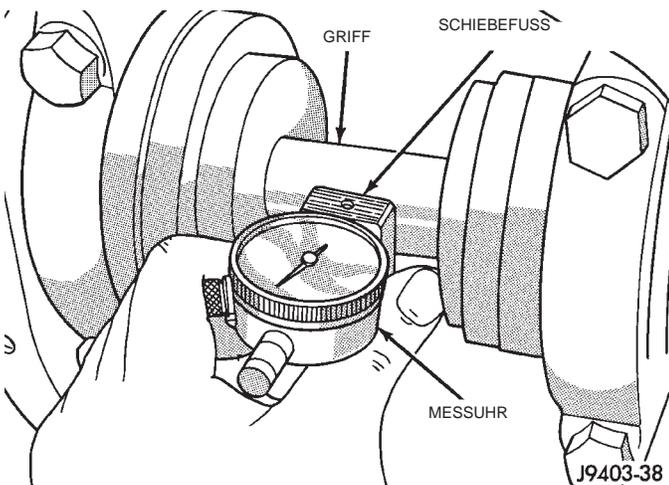

Abb. 60 Tiefenmessung des Antriebskegelrads—
(7) Den Schiebefeß am Stufenklotz anliegen lassen und den Meßtaster langsam über die Kante des Stufenklotzes schieben.
(8) Den Meßtaster über den Spalt zwischen Stufenklotz und Griffstange schieben, wobei der Schiebefeß am Stufenklotz anliegen muß (Abb. 60). Wenn der Meßtaster die Griffstange berührt, bewegt sich die Anzeigenadel im Uhrzeigersinn. Den Meßtaster so gegen die Griffstange drücken, daß die Nullstellung auf der Skala erreicht wird (jedoch nicht die Skala verstellen). Meßtaster weiter bewegen, bis er den höchsten Punkt am Umfang der Griffstange erreicht. Den höchsten Anzeigewert notieren. Wenn der Meßtaster den Nullwert nicht erreichen kann, ist die hintere Lagerschale oder der Stufenklotz nicht richtig eingebaut.